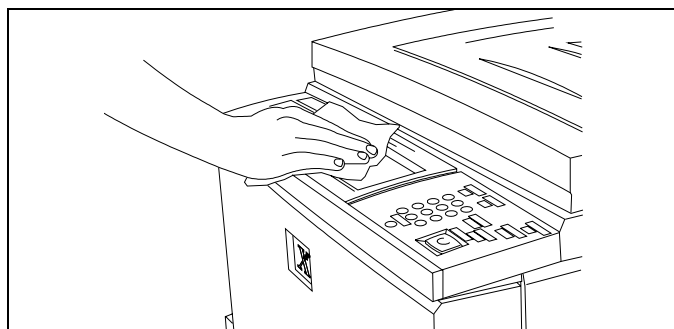

Figure 24
1. *Figure 24. Nettoyez l'écran tactile avec un chiffon propre non pelucheux.*